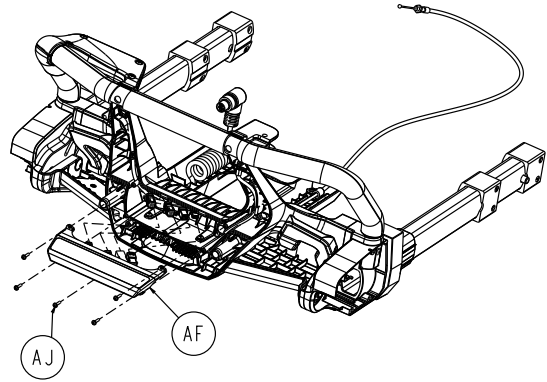

Figure 90 – Retirer l'ensemble de câble du module d'éclairage
10. À l'aide d'une clé Torx T10, retirer les cinq vis de taraudage à tête ronde à embase (AJ) qui fixe l'ensemble de câble du module d'éclairage (AF) (Figure 90). Retirer et conserver l'ensemble de câble du module d'éclairage. Conserver les vis.